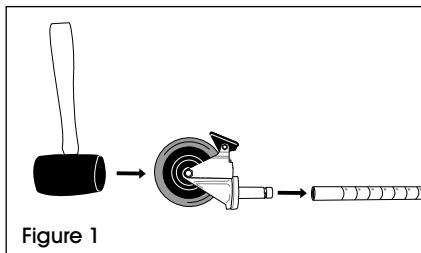

Figure 1
1. Alignez la tige de la roulette sur le montant. (Voir Figure 1)
2. Actionnez le frein des roues pour empêcher le mouvement de la roulette lors du montage. Utilisez un maillet en caoutchouc pour tapoter la tige de la roulette dans le montant. (Voir Figure 1)